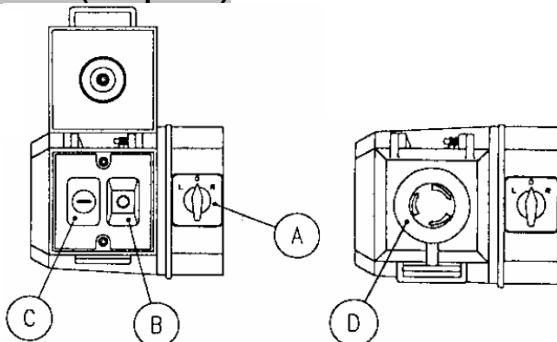

Рис.5
- (а) Прежде чем запустить станок, выберете направление вращения шпинделя, повернув выключатель (A) направо/по часовой стрелке, налево/против часовой стрелки (рис.5)
- (г) В случае аварии нажмите кнопку (D), чтобы остановить работу машины. После устранения неполадки отпустите аварийную кнопку и перезапустите работу станка, нажав кнопку старта (A).